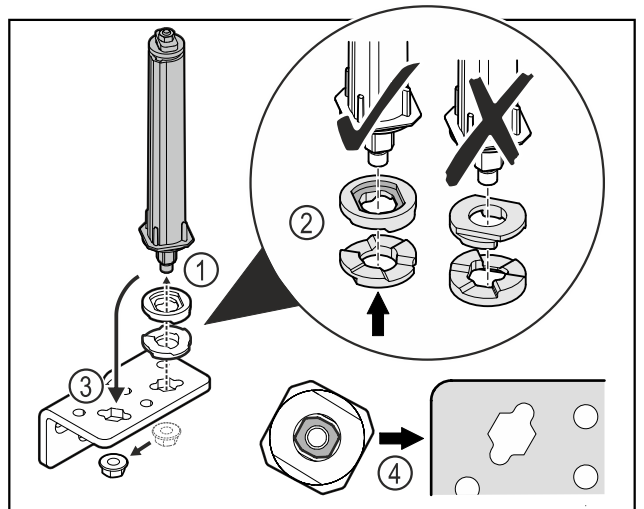

Fig. 52
- ▶ Mutter lösen und Türschließsystem entfernen Fig. 52 (1).
- ▶ Auf die korrekte Ausrichtung der Höhenverstelleichen achten Fig. 52 (2).
- ▶ Türschließsystem im Scharnierwinkel einsetzen und mit der Mutter fixieren Fig. 52 (3).
- ▶ Beim Einsetzen auf die korrekte Ausrichtung des Türschließsystems achten Fig. 52 (4).